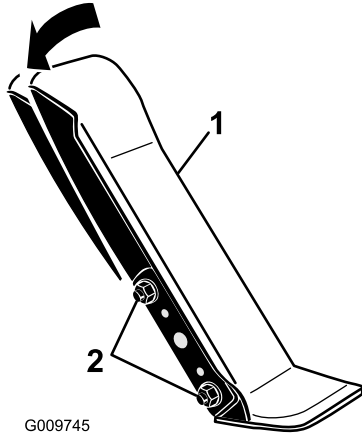

Figura 103
1. Afloje las dos tuercas y pernos que fijan el lado izquierdo del pedal de tracción al soporte (Figura 103).
2. Ajuste el ángulo del pedal y apriete las tuercas (Figura 103).